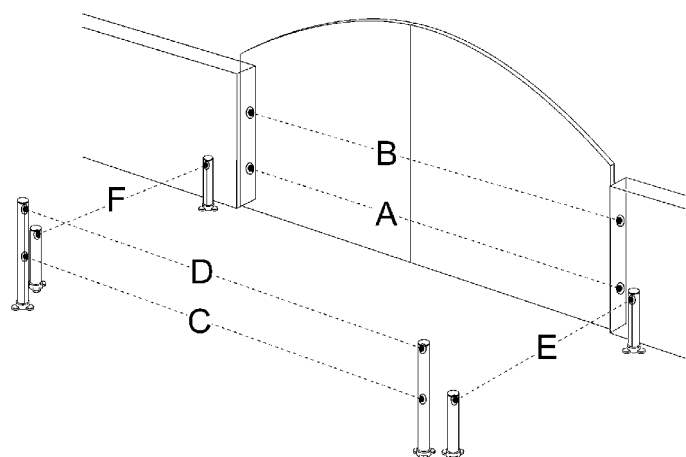
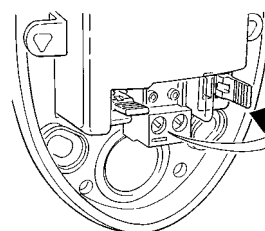

Abbildung 58
Abbildung 59
Weitere Photozellen neben den bereits serienmäßig mit WS2 mitgelieferten können jederzeit installiert werden. An einem Automatismus für zwei-teilige Tore können diese gemäß Abbildung 58 angebracht werden.
- 2 Die Installationsposition auf der Basis von Abbildung 58 ermitteln und die Überbrückung nach der entsprechenden Tabelle 11 ausführen. Nicht benutzte Überbrückungen müssen für zukünftigen Gebrauch in ihrem Abteil unterbracht werden (Abbildung 59).